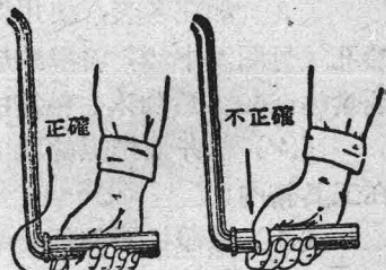

图6 握摇把的方法
(2) 按下验油杆9直到汽油从化油器浮子室8内溢出时为止；
(3) 将化油器控制杆10压下，使节流阀开到约为全开时的 $\frac{1}{4}$ 开度的位置；
(4) 将阻风阀11关闭至最小的位置；
(5) 安好摇把23(要使螺丝旋入定位孔内)，按图6所示的正确方法握住摇把，摇动前并向里推使和主轴齿轮的起动爪啮合，然后迅速摇动摇把，机器即可起动。